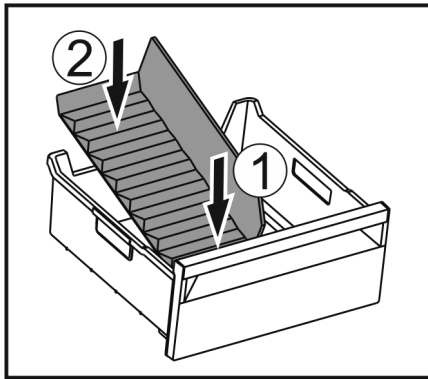

Fig. 107
- ▶ Colocar la parte delantera del separador para congelador. Fig. 107 (1)
- ▶ Bajar la parte posterior del separador para congelador hasta la base del cajón. Fig. 107 (2)